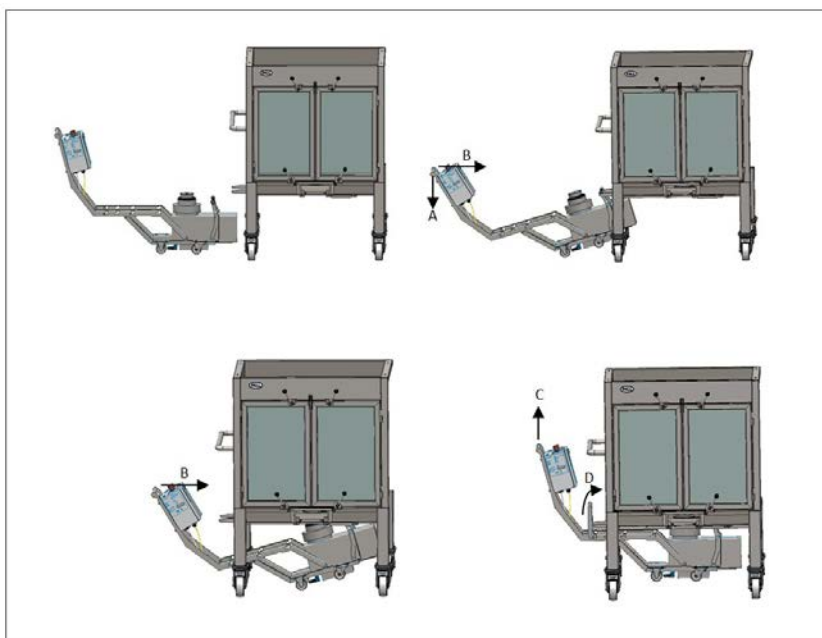

Figure 20 : Couplage du mélangeur au réservoir (mélangeur LevMixer présenté)
3. Appuyer soigneusement sur la poignée de commande et soulever les roues avant du sol (sens A comme indiqué à la deuxième étape de la Figure 20).
6. À l'aide de la poignée de commande du mélangeur, lever le mélangeur en position horizontale (sens C). Tout en maintenant le mélangeur dans cette position, faire pivoter le verrou vers le réservoir de sorte que la barre transversale repose sur les crochets dans les rails de guide (sens D comme indiqué à la quatrième étape de la Figure 20).